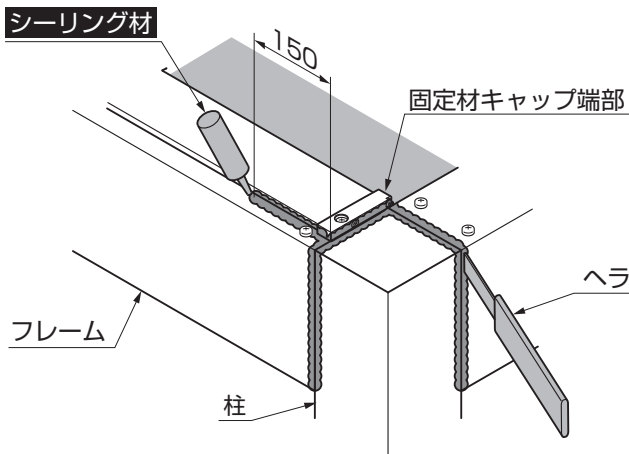

図10-3 A部詳細図
- ① A部柱、フレーム、固定材キャップ端部の接合部へシーリング処理をしてください。(図10-3参照)